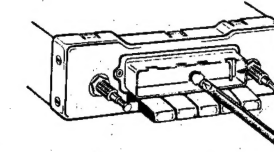

Fig. 49
5. Gewebeslauch (6 mm  $\phi$ ) auf Skalenlampe schieben und mit leichtem Druck und Drehen nach links Skalenlampe herausnehmen, Fig. 49.
6. Neue Skalenlampe in den Schlauch stecken und nach Fig. 49 mit leichtem Druck und Drehen nach rechts einsetzen.
5. Push isolation sleeve (1/4") on dial lamp and pull out dial lamp with light pressure turning to the left, Fig. 49.
6. Hook new dial lamp on sleeve and insert with light pressure turning to the right, Fig. 49.